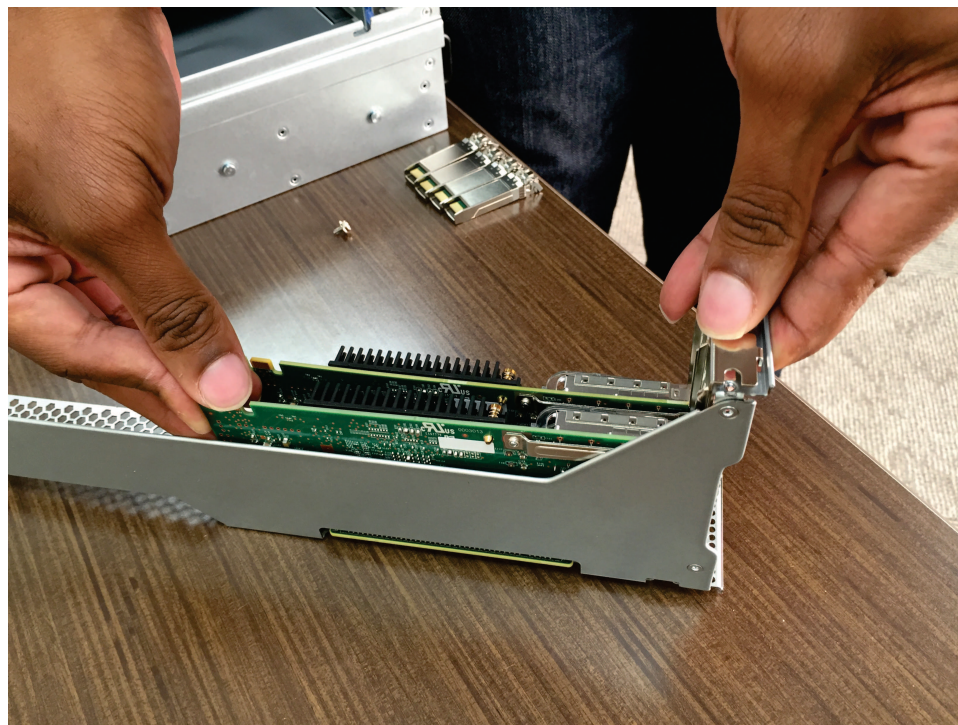

図 250. PCI コネクターへのアダプターの位置合わせ
2. 326 ページの図 250 に示すように、アダプター上のスロットが PCI ライザー・カード・アセンブリーに正しく位置合わせされていることを確認します。